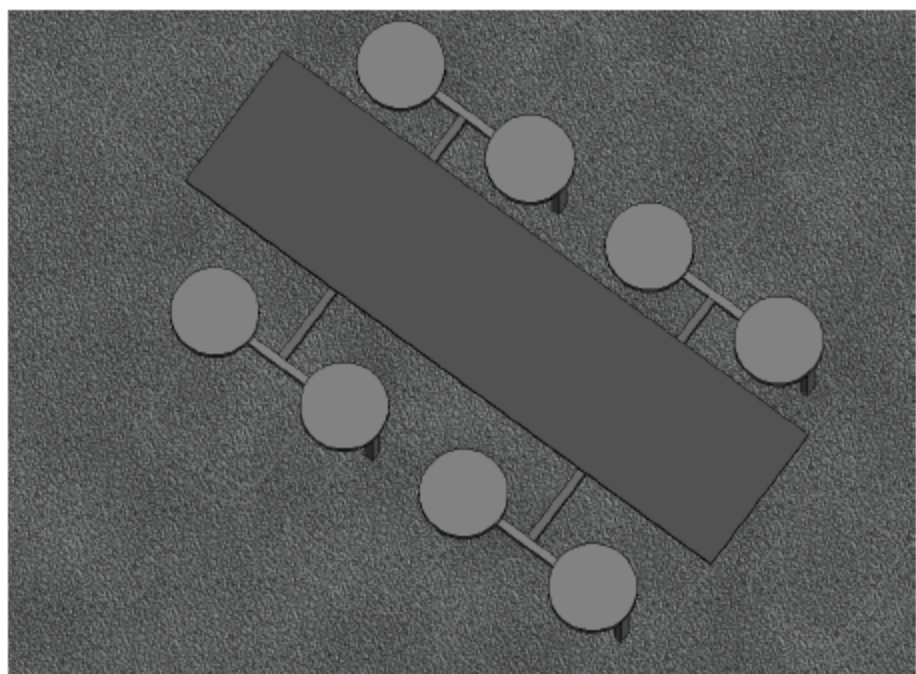
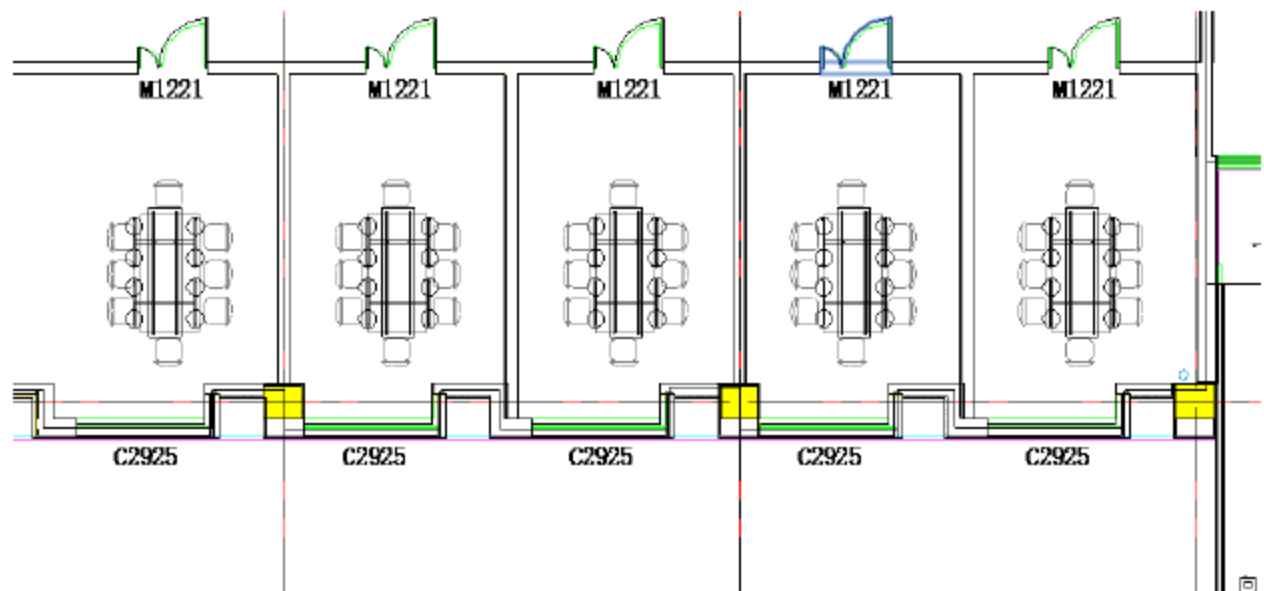

图 10.4.51 插入一套“8 座方形餐座椅”
图 10.4.52 复制其他的“8 座方形餐座椅”
(3) 插入“8座方形餐座椅”。选择“建筑”→“构件”→“放置构建”→“8座方形餐座椅”，标高设置为“1”层，偏移量为“0”。将光标移到“8座方形餐座椅”的中心，单击鼠标，这样就插入了“8座方形餐座椅”，三维视图如图 10.4.51 所示。复制其他的“4座方形餐座椅”（也可以一个个插入），复制完成后如图 10.4.52 所示。